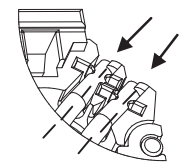

Fig 3.
5. Observing pair polarity and T568A or T568B wiring pattern, seat the four pairs into the wire manager. **Note: Pairs must be completely and securely seated into wire manager wire channels. (See Fig. 3).**
5. En observant la polarité des fils et le mode de câblage T568A ou T568B, insérer complètement et solidement les paires dans les goulottes du gestionnaire (figure 3).
5. Observe la polaridad del patrón de cableado T568 o T568B, coloque los cuatro pares en el guiador de cable. Nota: Los pares deben estar completamente asentados y asegurados en los canales del guiador de cable (Ver Fig. 3).